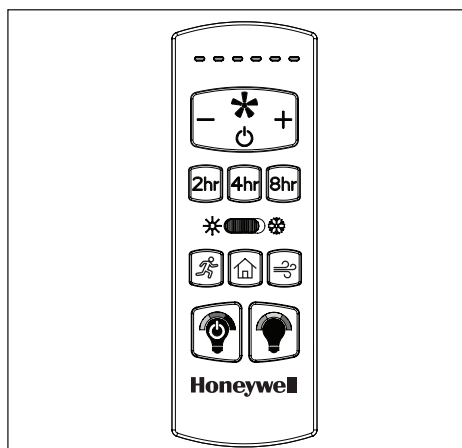

Figure 6.2
2. Pour faire fonctionner le ventilateur au moyen de la télécommande, appuyez, puis relâchez les boutons suivants (Figure 6.2) :